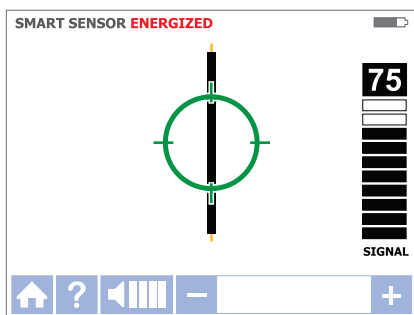

Figura 3.1e
5. Il simbolo verde di destinazione indica che il ricevitore è direttamente sopra il cavo (vedi Figura 3.1e). Se ricevitore non aggancia il cavo, diminuire la sensibilità con il tasto "-" del tastierino, oppure impostare il trasmettitore per trasmettere in modalità di segnale Basso.